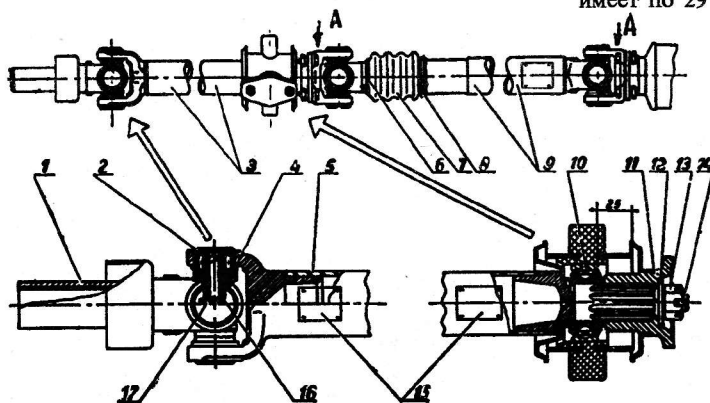
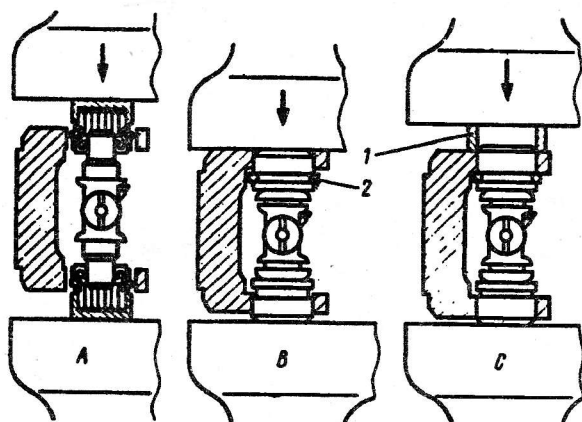

Рис. 125. Карданная передача:
Рис. 130. Последовательность сборки карданного шарнира:
Карданная передача (рис. 125) состоит из двух валов, трех карданных шарниров, двух скользящих вилок и промежуточной опоры.
Перед демонтажом вала необходимо сделать метки взаимного углового положения скользящей вилки и вала коробки передач. Метки удобно делать краской на отражателе скользящей вилки и удлинителе коробки передач. После отвертывания болтов крепления фланца карданного вала к фланцу заднего моста необходимо развести фланцы (без ударов по трубе). Допускаются легкие удары молотком в местах, указанных на рис. 125. А затем вал вынуть из коробки передач и поставить новую метку на торце вторичного вала коробки передач. Вынув вал из коробки, следует сразу же защитить хвостовик скользящей вилки от загрязнения (например, обвязать чистой тканью), а отверстие в коробке передач закрыть заранее подготовленной чистой пробкой.
2. Ввести крестовину во фланец (в вилку) и, соблюдая положение масленки по рис. 125, вставить в отверстия ушек подшипники, надевая их на шипы крестовины (рис. 130, А). При запрессовке следить, чтобы крестовина свободно проворачивалась и перемещалась вдоль своей оси.
3. Сжать подшипники до упора, пока один из подшипников не запрессуется заподлицо с торцом ушка (рис. 130, В).
5. Приставить кольцо 1 к торцу ушка фланца (вилки) со стороны запрессованного подшипника и сжать шарнир настолько, чтобы стопорное кольцо дошло до внутреннего торца ушка (рис. 130, С).
У новых крестовин и подшипников не должно быть заеданий и непостоянного усилия поворота. Усилие поворота не должно превышать 2 н·м (0,2 кгс·м) для заднего шарнира и 7 н·м (0,7 кгс·м) для переднего. Если шарниры тугие, то несколькими умеренными ударами молотка по местам «А», допускающим удары (см. рис. 125), добиться снижения усилия поворота.